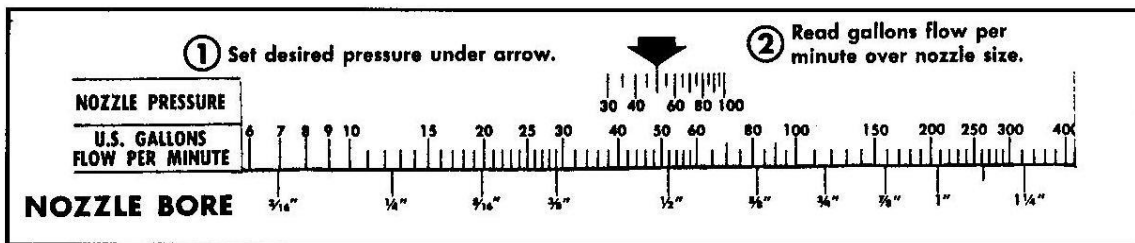

Figura 4. Calculadora de pérdida por fricción, ajuste a 50 psi de presión de la boquilla.
Paso 1. Determine la presión de la boquilla. En la figura 4, la presión deseada en la boquilla se fija en 50.